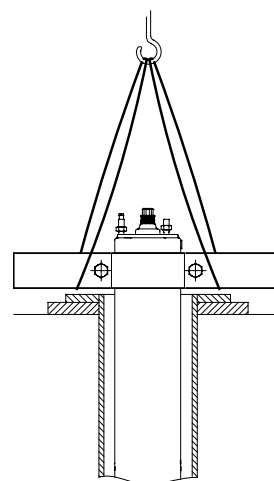

Fig. 18 Motor în poziție verticală
2. Așezați motorul în poziție verticală în puț, vezi fig. 18.